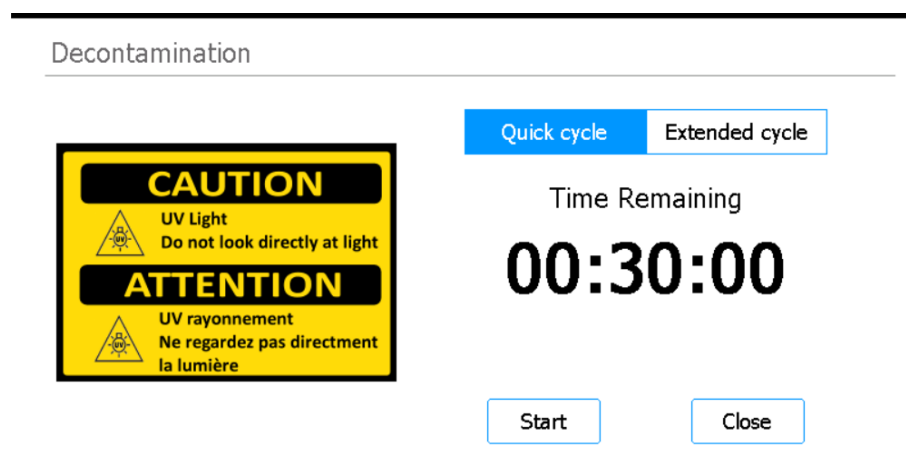

图 5 选中 Quick cycle 的 Decontamination 屏幕
- 3 在屏幕顶部，选择 **Quick cycle**，如图 5 所示